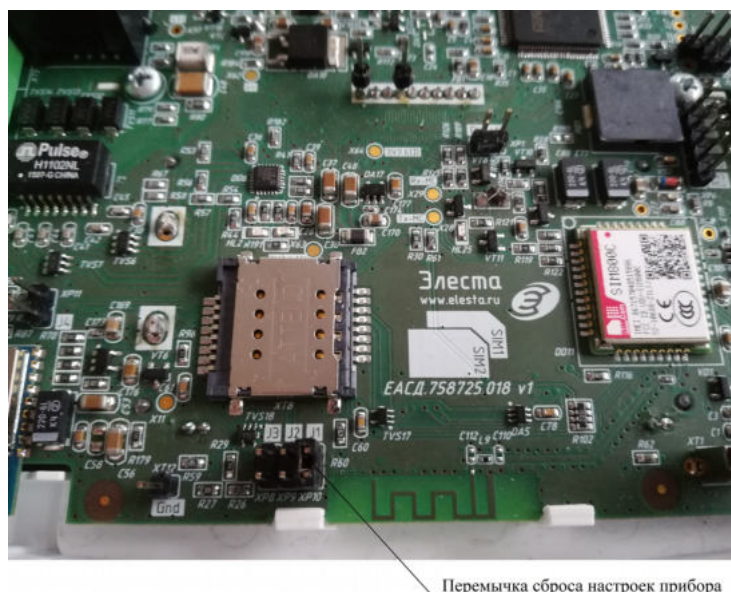

Рисунок 5.1. Перемычка для сброса настроек прибора к заводским установкам.
- 3 Замкнуть на плате прибора контакты **Ж1**, перемычкой из комплекта поставки (рис. 5.1).